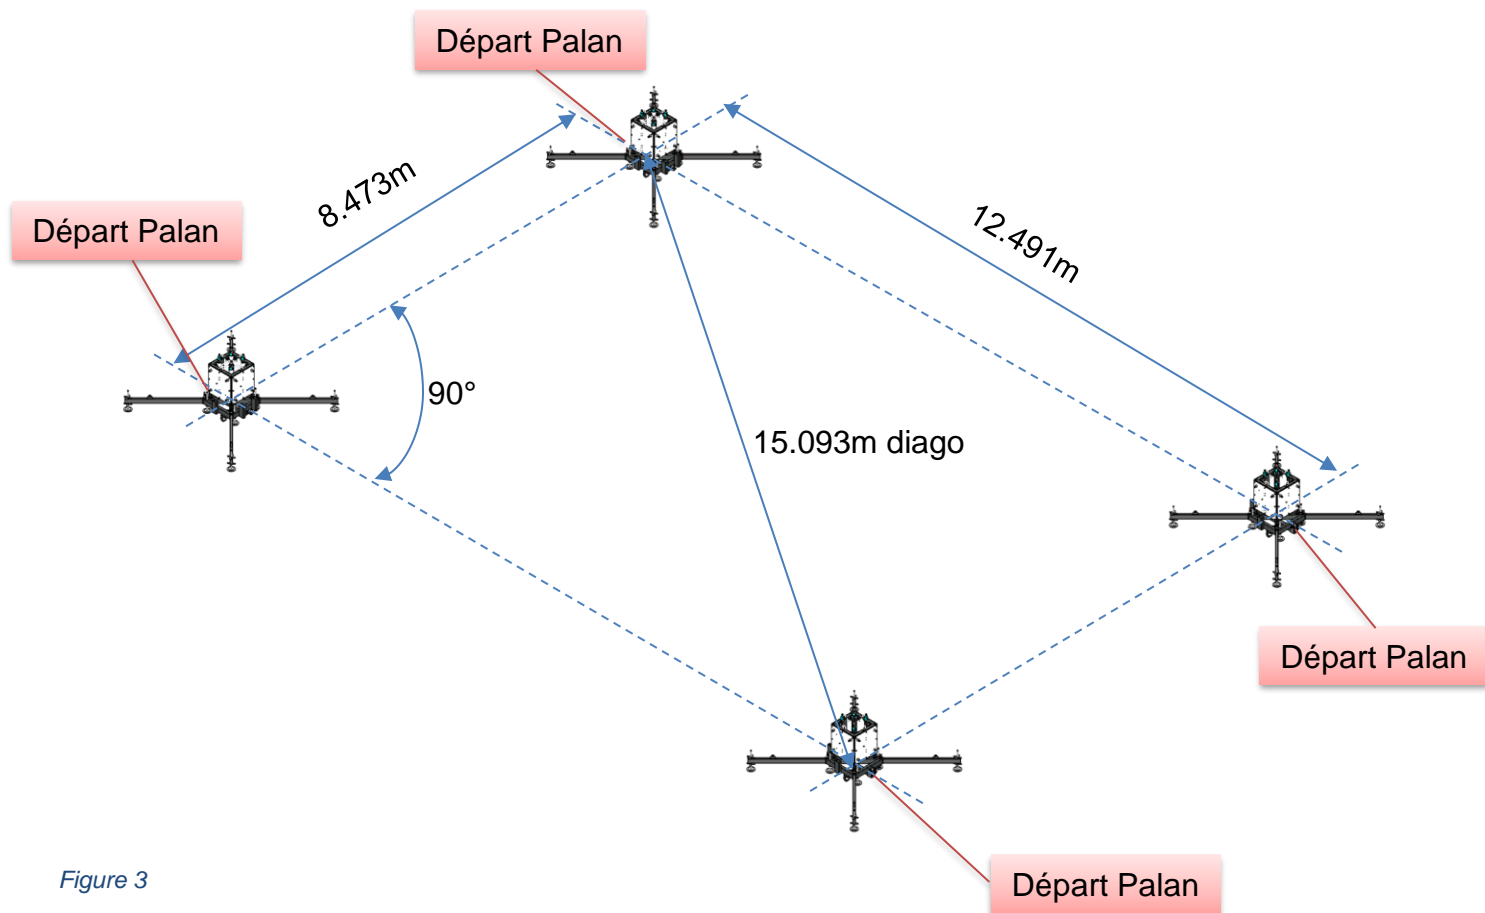

Figure 3
- Installer les 4 embases aux entraxes finaux de la Figure 3 en respectant l'orientation des départs palans